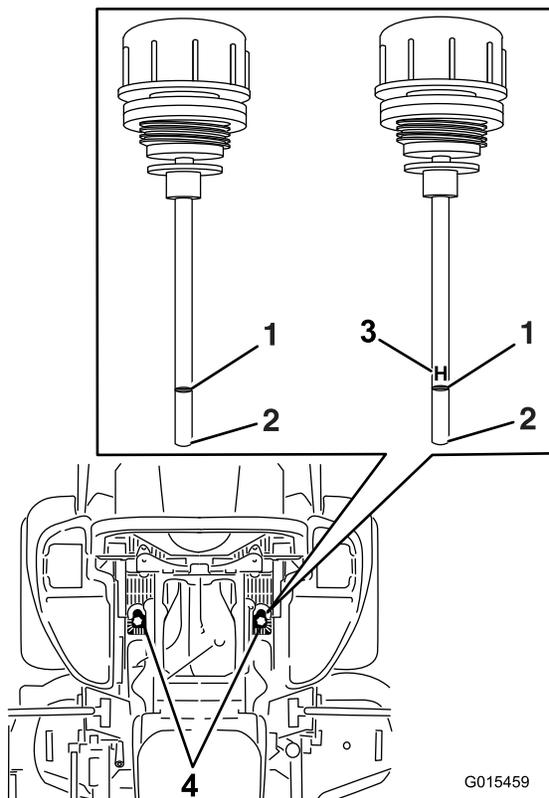

Figura 89
6. Limpie la zona alrededor de las varillas de los depósitos del sistema hidráulico (Figura 89).
7. Retire una varilla del depósito hidráulico (Figura 89).
9. Retire la varilla e inspeccione el extremo (Figura 89). Si el nivel de aceite está en la marca Add (añadir), vierta lentamente en el depósito hidráulico solo la cantidad de aceite necesaria para que el nivel llegue hasta la marca de Lleno o H.